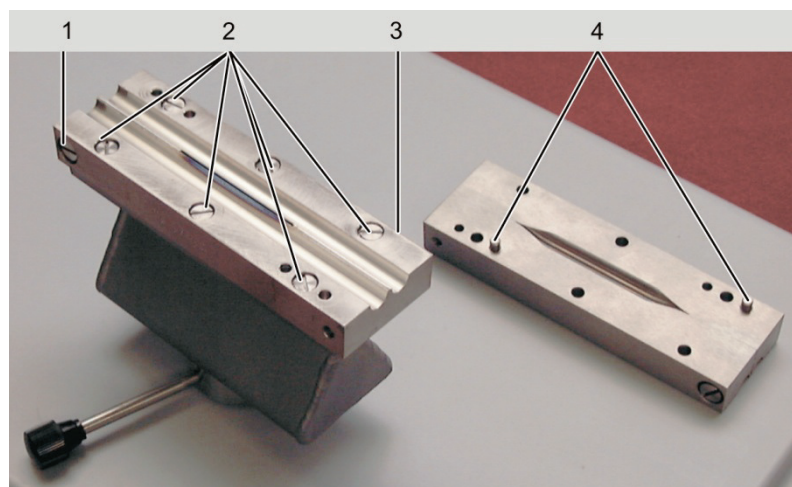

Bild 63 Verschraubungen des Brenners
1. Verschraubungen (2 in Bild 63) der Brennerbacken auf Brennerkörper lösen und Brennerbacken abnehmen.
2. Verschraubungen der Brennerbacken gegeneinander lösen (1, 3 in Bild 63).
6. Brennerbacken auf Brennerkörper aufschrauben, Passstifte (4 in Bild 63) an den Brennerbacken sorgen für richtigen Sitz.